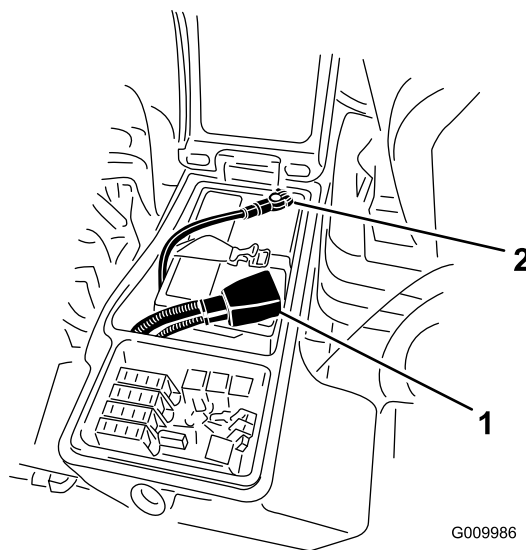

Figura 61
4. Collegate il cavo positivo (rosso) al terminale positivo (+) e il cavo negativo (nero) al terminale negativo (-) della batteria (Figura 61).